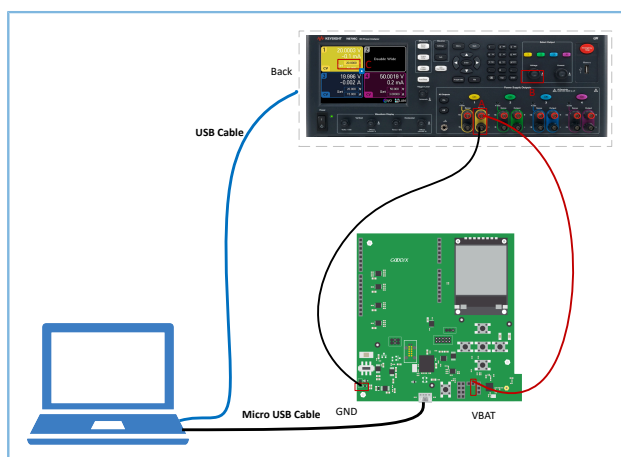
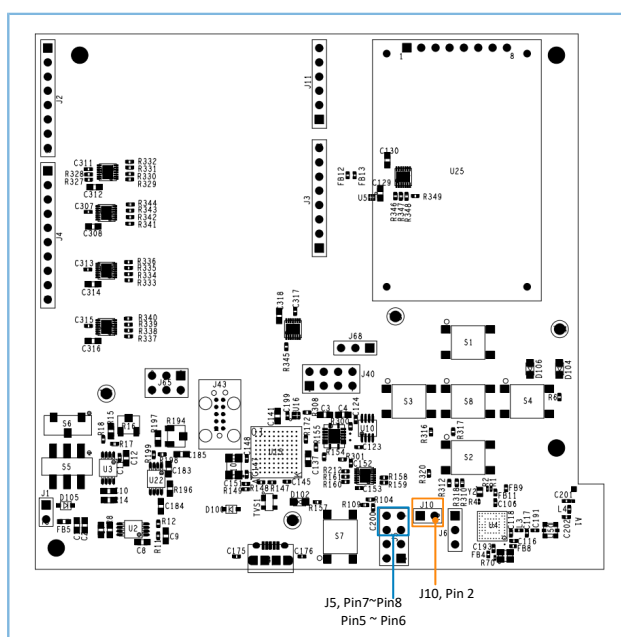

图 3-1 硬件连接示意图
图 3-2 GR5515 SK板的硬件布局（顶层图）
1. 打开Keysight N6705C，用图 3-1中B处的按钮将通道的电压输出调整到3.3 V，即图 3-1中C处显示3.3 V。
2. 将图 3-1中A处的“+”连接到GR5515 SK板的VBAT端（开发板上的J10 Pin 2，如图 3-2所示）；“-”连接到GR5515 SK板的GND端，为开发板上GR551x 芯片供电。
在GR5515 SK板测量功耗前，需要先将如图 3-2所示J5上Pin 5 ~ Pin 6、Pin 7 ~ Pin 8上的跳线帽移除，并取下SK板右上方的LCD屏幕。避免额外电流从VDDIO电源泄露，导致测量睡眠功耗异常。